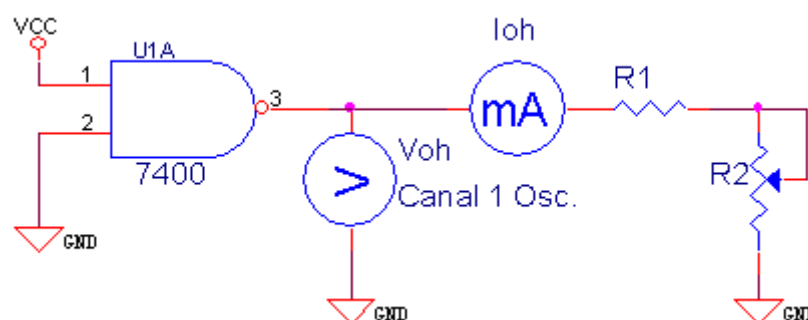

Figura 4
- ❑ Montar el circuito de la figura 4, donde $R1 = 22\Omega$ y $R2 = 1K\Omega$